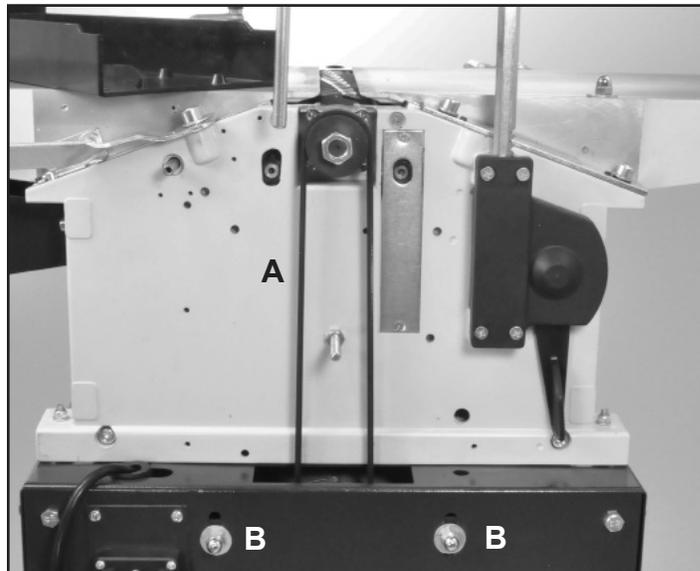
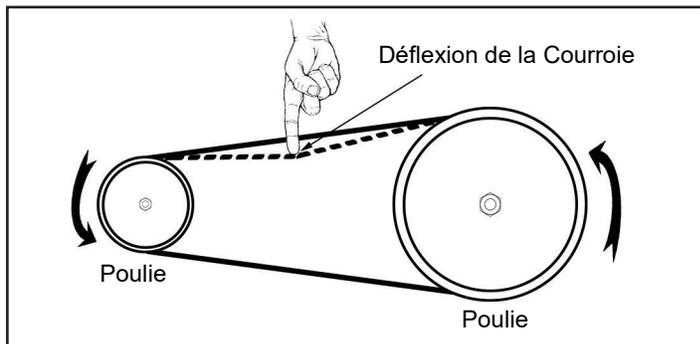

FIG. 30
FIG. 32
La courroie d'entraînement de la tête de coupe et les courroies d'entraînement des engrenages doivent être vérifiées périodiquement et resserrées si nécessaire. Les courroies s'étireront avec l'usage, surtout lorsqu'elles sont neuves et se cassent. Les deux courroies d'entraînement sont situées derrière les capots avant et arrière de la machine. FIG. 30 & 31. Pour inspecter, régler ou changer les courroies d'entraînement :
3. Vérifiez la tension de la courroie d'entraînement de la tête de coupe (# 309, FIG. 30, A) avec la pression du pouce. La courroie d'entraînement ne doit pas donner plus de 3/8 "au centre. FIG. 32.
4. De l'avant de la machine, desserrer les quatre noix (#313, FIG. 30, B) qui fixent le moteur en place. Soulevez le moteur pour relâcher la tension sur la courroie d'entraînement, ou déplacez-le vers le bas pour augmenter la tension de la ceinture.
1. Pour remplacer la courroie d'entraînement (# 309), suivez les mêmes étapes, # 3-5 ci-dessus. Relâchez la tension jusqu'à ce que la courroie puisse être facilement retirée de la poulie du moteur (# 311) et de la poulie de la tête de coupe (# 235). Une fois retiré, inversez les étapes pour installer et retendre la nouvelle courroie sur les poulies. FIG. 30.